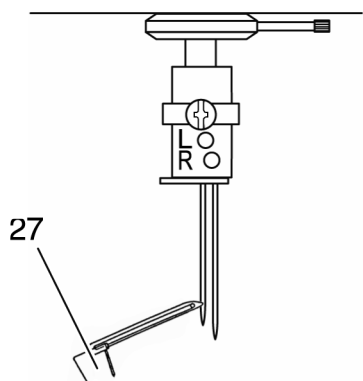

Рис. 18
- Передвиньте трубку для установки подъема петель вверх, прижав ее к корпусу машины, и слегка затяните ее (рис. 18). Обратите внимание на правильное прилегание!